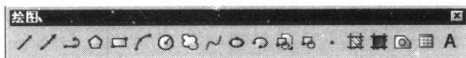

图 1-12 利用【绘图】工具栏绘制圆
(1) 绘制圆。单击【绘图】工具栏中的图标, 如图 1-12 所示。或者在命令窗口输入 circle 命令来绘制圆。